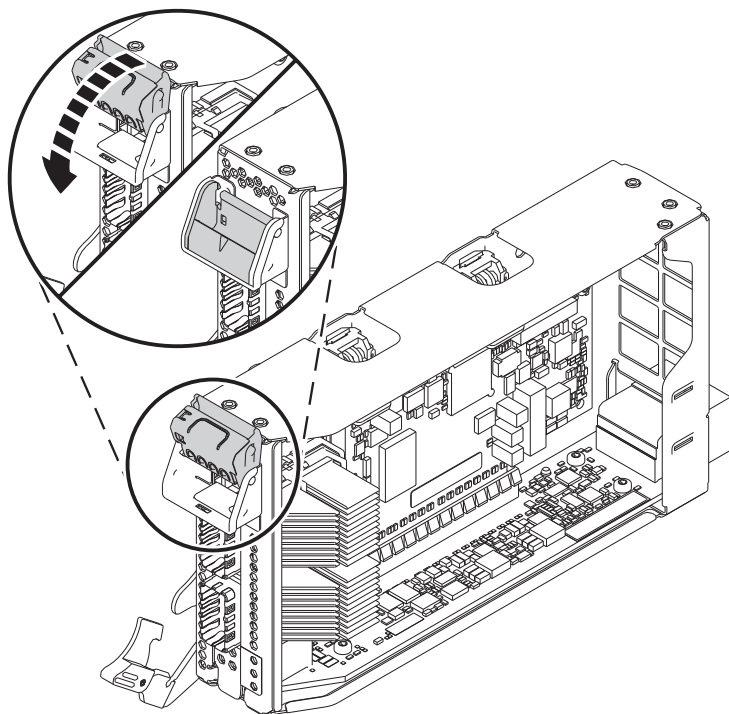

Figura 42. Col·locació de l'adaptador de perfil baix i longitud mitjana al casset de l'adaptador PCIe
- c. Per deixar l'adaptador bloquejat, feu girar el pestell de la contrapunta tal com es mostra a la Figura 42 a la pàgina 43.